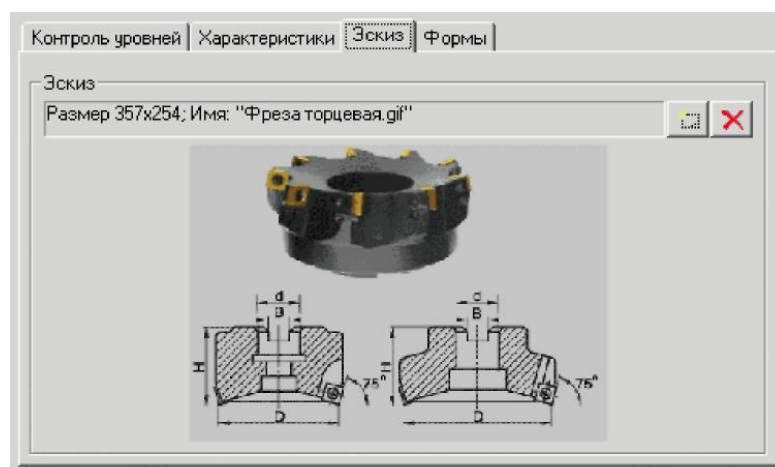

Рис. 17 - Вкладка «Эскиз» диалогового окна создания справочника
Вкладка «Эскиз» - служит для задания эскиза, который будет иллюстрировать справочник (рис. 17).
- Вкладка «**Эскиз**» - служит для задания эскиза, который будет иллюстрировать данный элемент структуры справочника (Описание см. в пункте 3.1., рис. 17.)